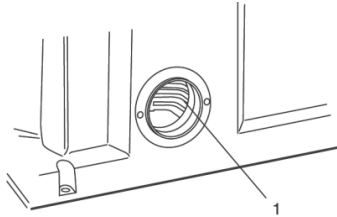

Fig. 4 – Saída para aspirador de pó
- A saída de pó (1) está localizada na parte traseira da máquina (fig. 4) ao qual pode ser acoplado em um aspirador de pó industrial.